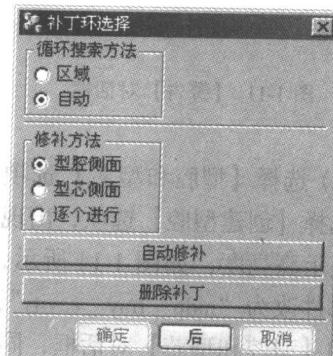

图 1-10 【补丁环选择】对话框
8) 单击【应用】按钮, 随后单击【自动修补】按钮, 显示【补丁环选择】对话框, 如图 1-10 所示。选择【自动】，修补方法选择【型腔侧面】，单击【自动修补】按钮, 单击按钮【后】孔将自动修补。